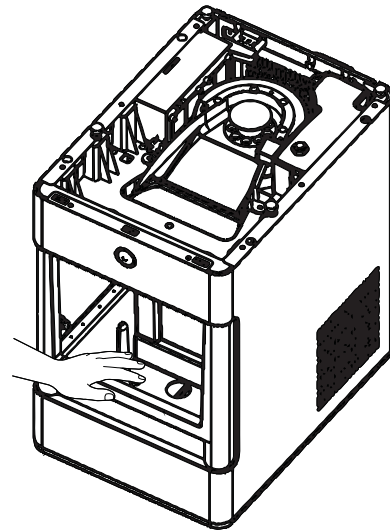

Figure 5
- Nettoyez les capteurs avec du vinaigre et essuyez avec de l'eau. Voir les figures 5, 6 et 7 pour référencer l'emplacement des capteurs. L'apparence peut varier selon le modèle.
11. Débranchez le haut des tuyaux de vidange à l'arrière de l'appareil. Voir la figure 5.